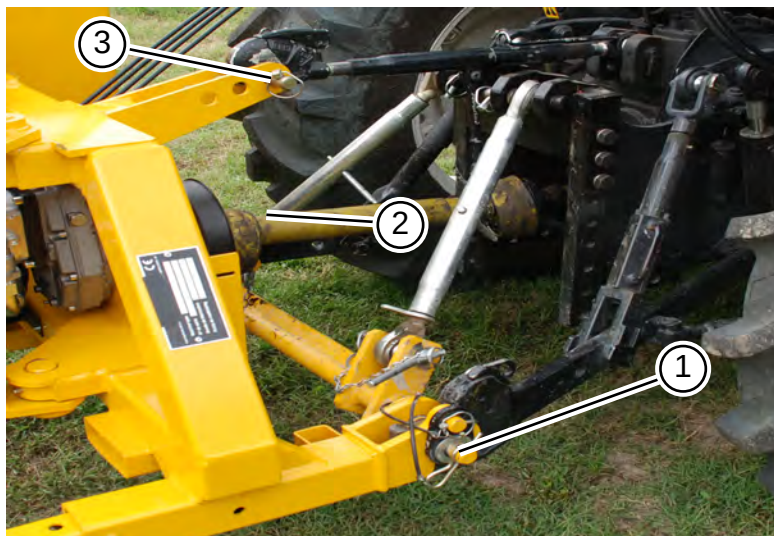

Fig. 25
- Abbassare il sollevatore. Adattare l'altezza del sollevatore all'altezza degli attacchi inferiori (1, 2, "Fig. 25").
- Collegare il sollevatore della trattoria ai due attacchi inferiori della macchina (1, 2, "Fig. 25"). Bloccare i perni con le copiglie di sicurezza.
- Collegare il tirante del sollevatore della trattoria all'attacco terzo punto (3, "Fig. 25"). Bloccare i perni con le copiglie di sicurezza.
- Lower the lifter. Adjust the height of the lift up to the lower connections (1, 2, "Fig. 25").
- Connect the lift of the tractor to the two lower joints of the machine (1, 2, "Fig. 25"). To stop the pivots with the safety copiglies.
- Connect the tie rod linkage of the tractor to the third point hitch (3, "Fig. 25"). To stop the pivots with the safety copiglies.
- Baisser le 3eme point. Adapter la hauteur du soulèvement à la hauteur des accrochements inférieures (1, 2, "Fig. 25").
- Brancher le soulèvement du tracteur aux deux accrochements inférieurs de la machine (1,2, "Fig. 25"). Bloquer les pins avec la goupille de sécurité.
- Brancher le tirant du soulèvement du tracteur à l'accrochement du 3eme point (3, "Fig. 25"). Bloquer les pins avec la goupille de sécurité.
- Den Hub zu senken. Die Höhe des Aufzugs bis zu den unteren Anschlüssen anzupassen (1, 2, "Fig. 25").
- Der Hub des Traktors auf die beiden unteren Gelenkeanschlüsse der Maschine (1, 2, "Fig. 25") zu verbinden. Sperren Sie die Bolzen mit Federstecker.
- Die Verbindungsstange des Traktors an den Angriff des 3. Punktes zu verbinden (3, "Fig. 25"). Sperren Sie die Bolzen mit Federstecker.
- Bajar el levantador. Adaptar la altura del levantador a la altura de las conexiones inferiores (1,2 "Fig. 25").
- Conectar el levantador del tractor a los dos enganche inferiores de la maquina (1,2, "Fig. 25"). Parar los pernos con el copete de seguridad.
- Conectar el tensor del levantador del tractor al tercero punto (3, "Fig. 25"). Parar los pernos con el copete de seguridad.
- Baixar o elevador. Ajustar a altura do elevador à altura dos elos inferiores (1, 2, "Fig. 25").
- Ligar o elevador do trator às duas conexões inferiores da máquina (1, 2, "Fig. 25"). Fechar os pinos com as cavilhas de segurança.
- Ligar o tirante do elevador do trator à conexão de terceiro ponto (3, "Fig. 25"). Fechar os pinos com as cavilhas de segurança.